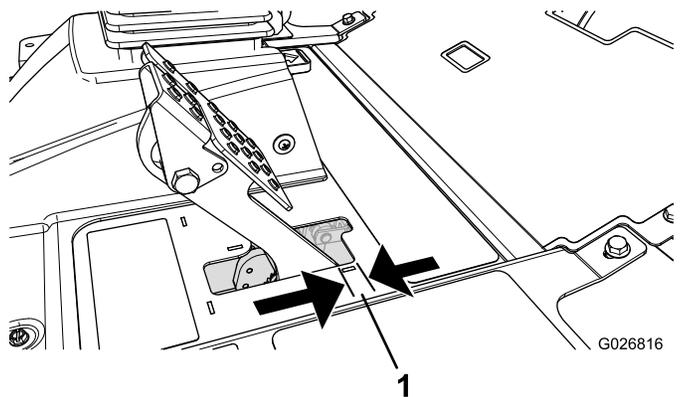

Figure 84
Régalez les freins si la garde à la pédale de frein est supérieure à 2,5 cm ou si la force de maintien offerte est insuffisante (Figure 84). La garde est la distance parcourue par la pédale de frein avant que le freinage soit ressenti.
- Serrez l'écrou arrière afin de pouvoir déplacer le câble en arrière jusqu'à obtention d'une garde de 6 à 13 mm (Figure 84), avant le blocage des roues.